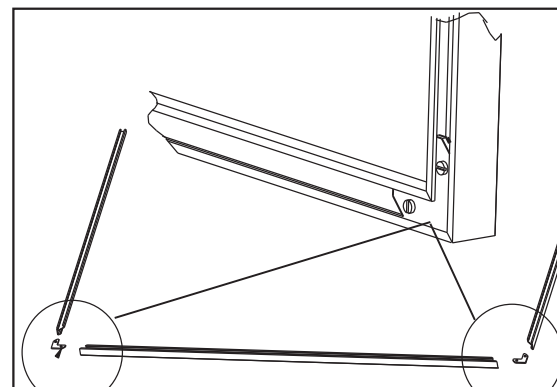

Figure 20.5
4. Visez les supports en cornière en utilisant un tournevis à tête plate. **Figure 20.5.**